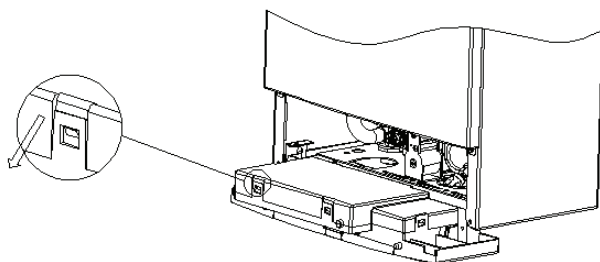

рис.21
- свободите защелки с четырех сторон (рис.21);